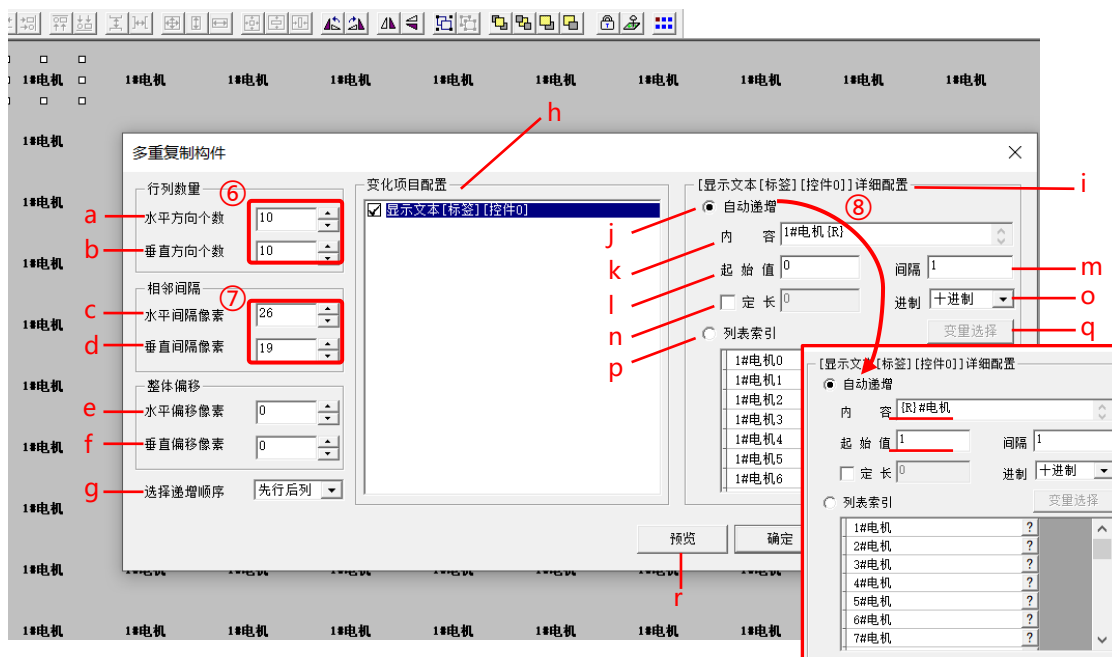

图 6.1-2 多重复制构件界面
② 将【标签】构件拖拽到画面的左上角，为接下来的多重复制留下足够的空间。
③ 选择【标签】构件，点击工具栏中的【多重复制】图形按钮，弹出【多重复制构件】设置界面。
④ 因为要组态 100 组电机指示灯，所以将【水平方向个数】和【垂直方向个数】各设置为 10。
⑤ 然后一边在【水平间隔像素】和【垂直间隔像素】中输入值，一边点击下方的【预览】按钮，观察多重复制后矩阵的排列效果。注意需要预留出指示灯的位置。
⑥ 勾选【变化项目配置】列中的【显示文本[标签][控件 0]】前的复选框，这样右侧【详细配置】中的修改才会生效。
⑦ 在【自动递增】中自动生成的【内容】中，{R}会默认出现在文字最后，将它修改到需要的地方，如图 6.1-2 所示。起始值修改为【1】。修改完后，下方的【列表索引】中的预览内容也会随之改变。点击确定保存设置并关闭设置界面。